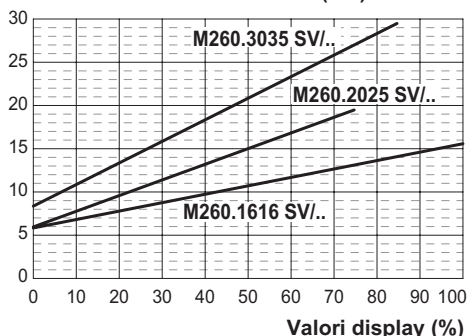
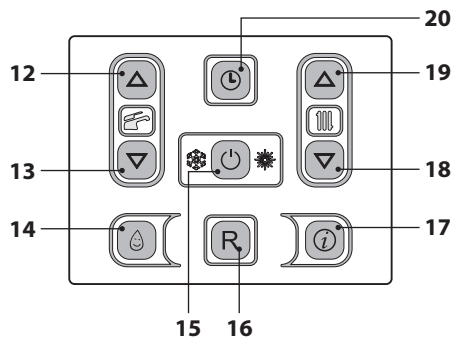
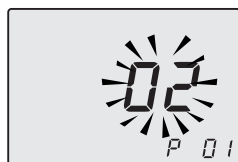

Figura 7.9
Figura 7.12
Figura 7.13
Il grafico in Figura 7.9 rappresenta come varia la potenza utile della caldaia in riscaldamento al variare del valore impostato nella scheda comando.
- Entrare in "modalità programmazione" premendo contemporaneamente per 10 secondi i tasti 15 - 18 - 19 (Figura 7.12) fino a far apparire sul display LCD le lettere **P01** e il valore del parametro, indicanti l'entrata nel "parametro 01" (Figura 7.13).
- Utilizzando i tasti 12 o 13 (Figura 7.12) è possibile modificare il valore del parametro 12 (riferirsi al grafico Figura 7.9 per determinare il valore corretto in funzione della potenza utile di riscaldamento).
- Premendo il tasto 15 (Figura 7.12) si ottiene la conferma del valore inserito.